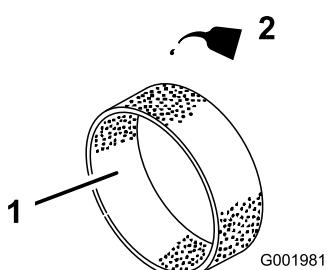

Figure 35
4. Imbibez l'élément de 30 à 60 ml d'huile (Figure 35).